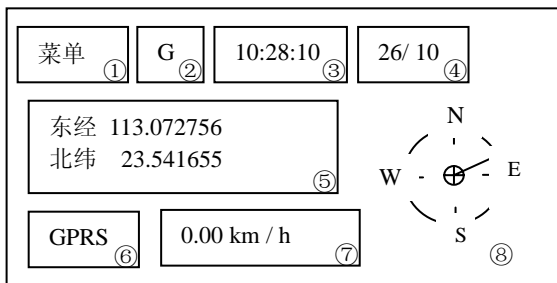

图 1
(8) LCD 调度屏 (E78 可选)
a. 主界面 (如图 1)